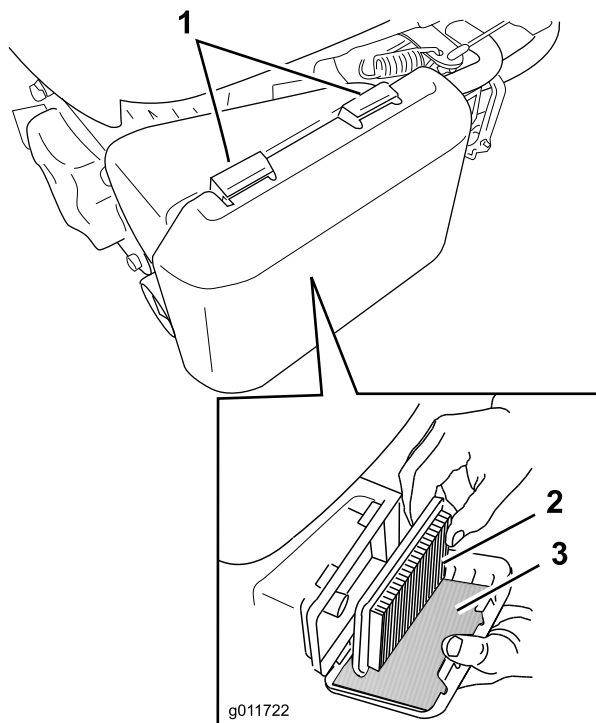

Figure 27
1. Appuyez sur les languettes de verrouillage en haut du couvercle du filtre à air (Figure 27).
3. Retirez l'élément en papier et le préfiltre en mousse (Figure 27).